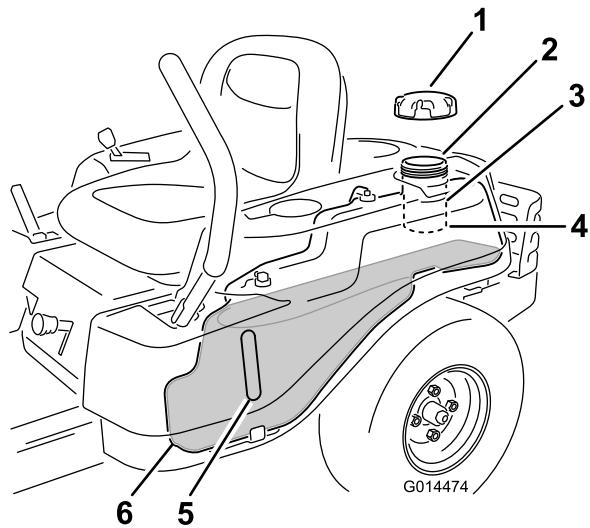

Figure 10
Remarque: Vous pouvez utiliser le regard pour vérifier la présence d'essence avant de faire le plein (Figure 10).
2. Versez lentement de l'essence sans plomb ordinaire jusqu'à ce que le niveau atteigne le bas du goulot de remplissage (Figure 10).